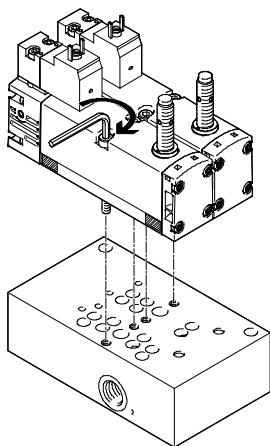

Fig. 10 Крепление распределителей с электромагнитным управлением на блоке управления
7. Расположите распределитель с электромагнитным управлением на блоке управления (→ Fig. 10) и до упора затяните 2 крепежных винта с внутренним шестигранником SW3 (допустимый крутящий момент: 2 Н·м ± 10 %).